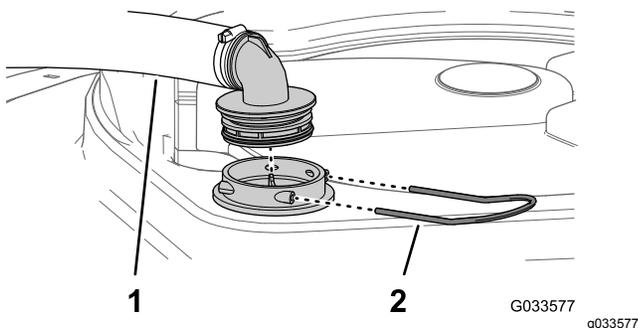

图58
2. 在打药机药缸的顶部拆下固定从过滤器外壳连接至大软管的软管接头的卡环 图58。
3. 从过滤器外壳上拆下软管和软管接头 图58。